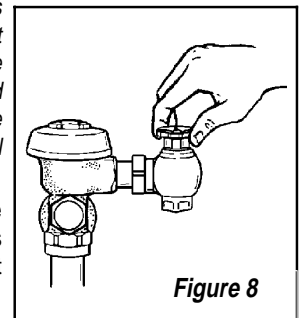

Figure 8
Étape 8 — Réglage de la vanne d'arrêt (Figure 8)